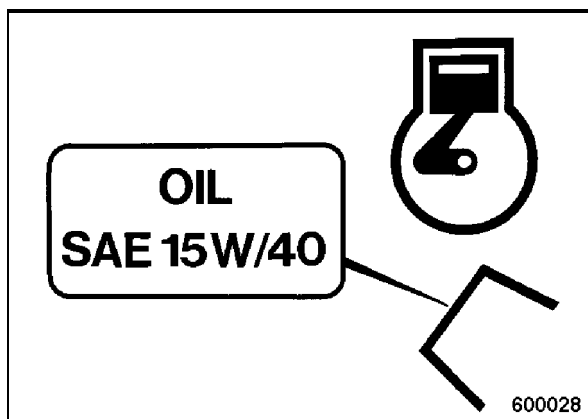

Fig. 36
- Rellenar con nuevo aceite de motor (Fig. 36).